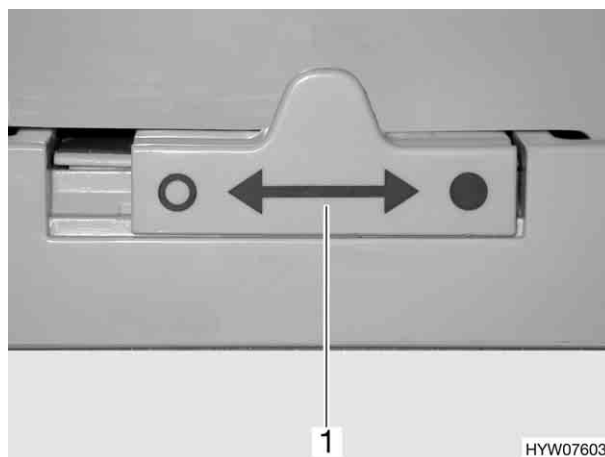

Fig. 100 Bloccaggio della porta del frigorifero
- Spostare il dispositivo di bloccaggio (Fig. 100,1) verso sinistra.